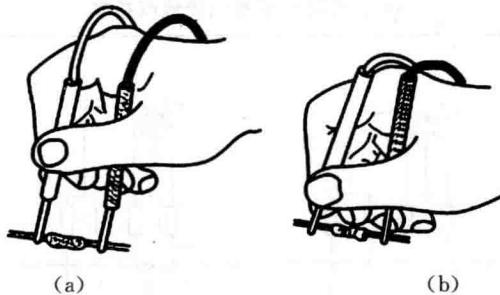

图 1-10 万用表表笔的握法
(2)测量时,应用右手握住两支表笔,手指不要触及表笔的金属部分和被测元器件,如图 1-10(a)所示。图 1-10(b)给出的握笔方法是错误的。